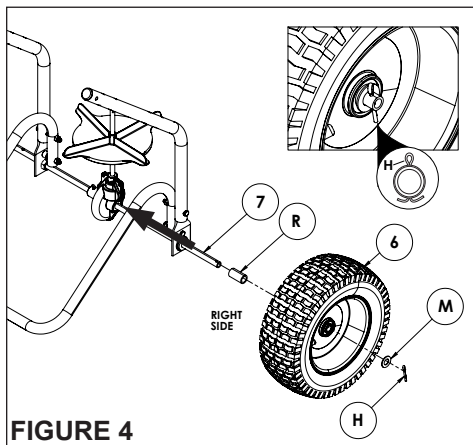

FIGURE 4
ÉTAPE 4 : (VOIR FIGURE 4)
- Faites glisser l'entretoise (R) sur l'essieu creux (7), puis faites glisser l'ensemble de roue (6).
- Installez l'ensemble de la roue en le bloquant avec la rondelle (M) et la goupille fendue (H), conformément à la figure 4.
- Écartez les extrémités de la goupille fendue (H).